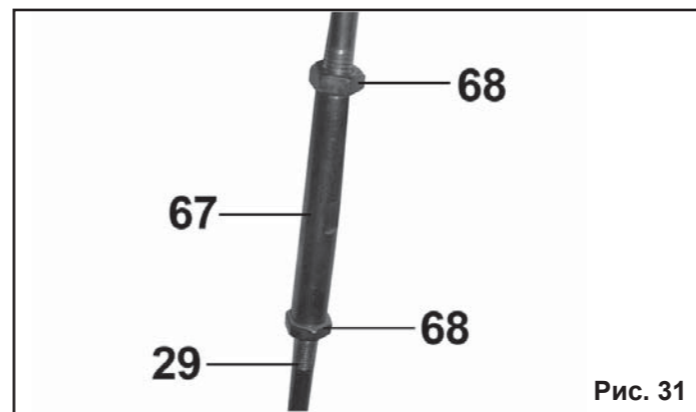

Рис. 31
**9.9. Регулировка тяги рычага переключения передач (Рис.31).**